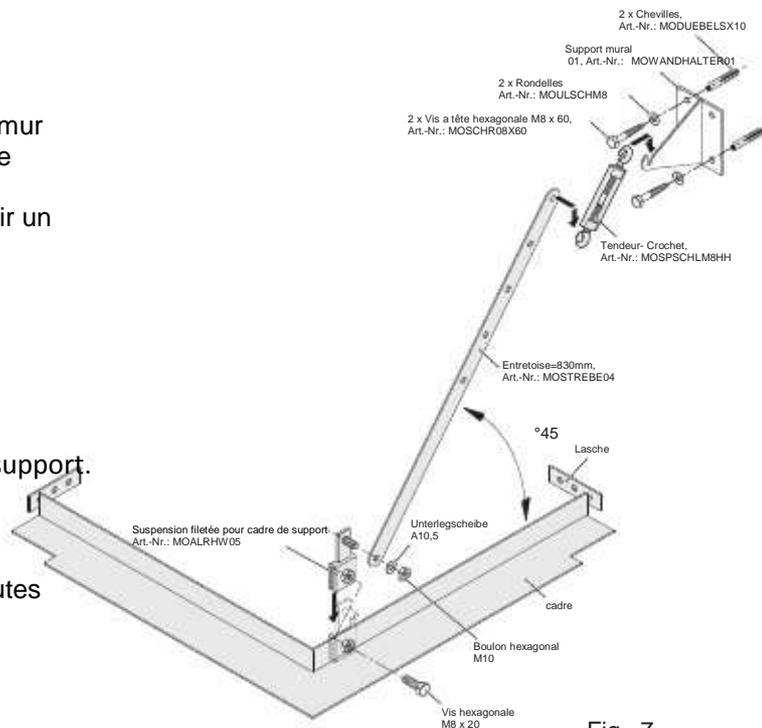

Fig. 7
9. Montage du cadre porteur (Fig. 7)